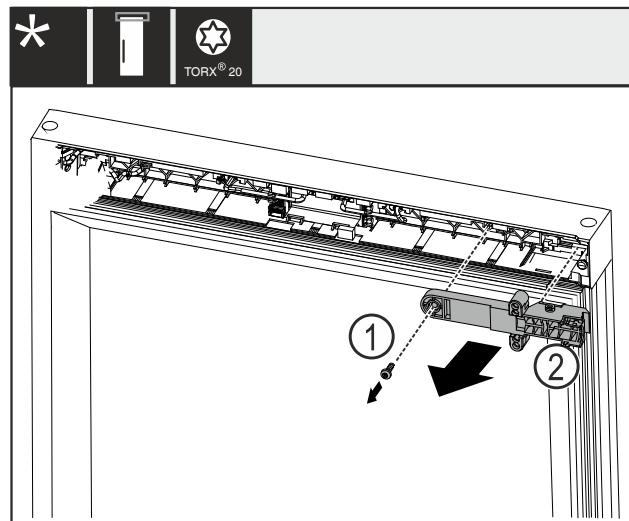

Fig. 22
▶ 移除螺栓 Fig. 22 (1)。
▶ 将锁固定件 Fig. 22 (2)取下。